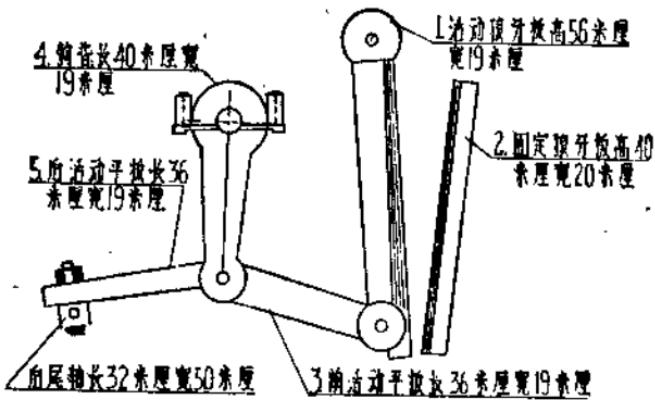

图 1
1. 构造简单，如图1所示。有十个钳工，五个机工，二个烘炉工，一天就能做一部。同时使用移动都很方便，用二人操作，用十马力煤汽机或柴油机即可带动。